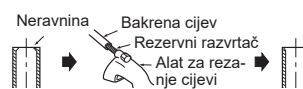

Fig. 3
- Prilikom spajanja odvodnog crijeva na tvrdi plastični cijev, dobro ga umetnite u cijev. (Fig. 3)
- 2) Potpuno uklonite sve opiljke iz isječenog poprečnog presjeka cijevi. (Fig. 3)